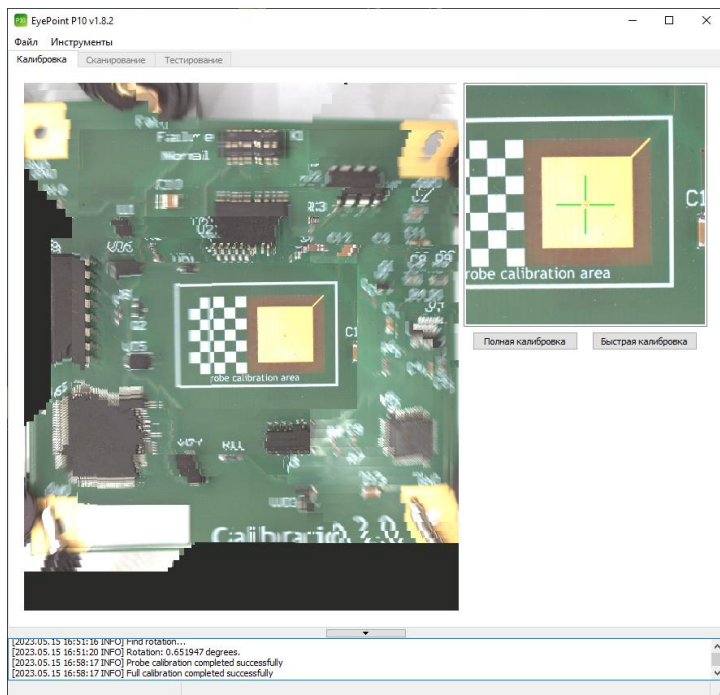

Рисунок 13. Внешний вид окна ПО EyePoint P10b при проведении полной калибровки.
3. Контролируя выбор в окне изображения камеры, «укажите» на центр металлического квадрата в рабочей области (Рисунок 13).